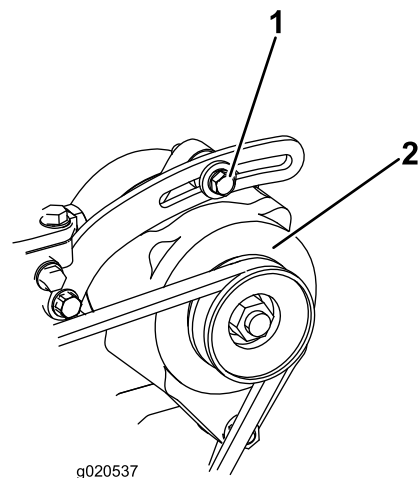

Bild 78
2. Lockern Sie die Befestigungsschrauben der Lichtmaschine (**Bild 78**).